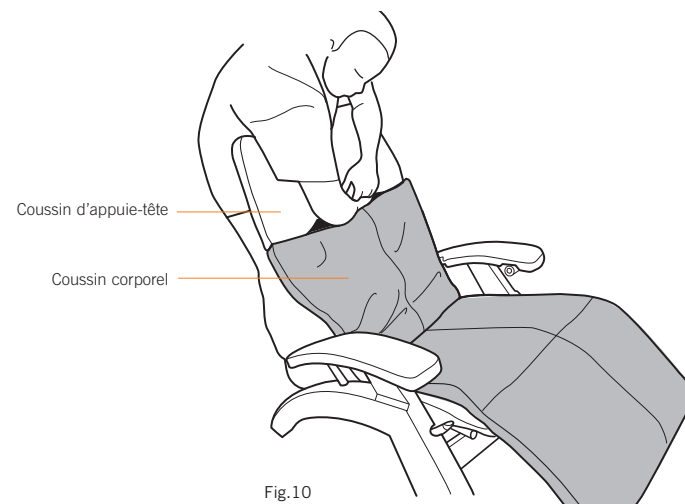

Fig.10
3. Insérez le rabat sur le haut du coussin corporel jusqu'à dans le coussin d'appui-tête et lissez la partie inférieure du coussin d'appui-tête fermement à plat pour ancrer la fixation autoagrippante solidement à l'intérieur (Fig.10).